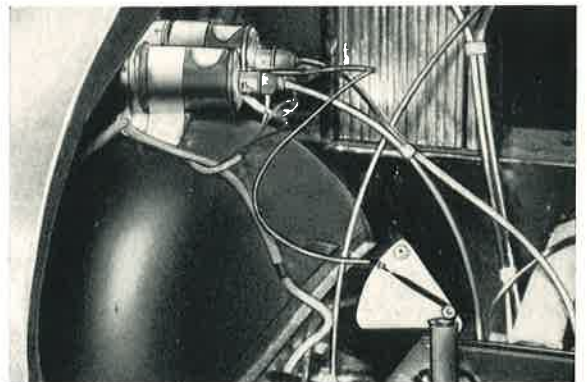

Bild 193: Das Kabel der Zündeinstellehre wird an die zum Zylinder gehörige Zündspule Anschl. 1 angeklammert.
3. Zündeinstell-Lehre WO 13 in das Zündkerzenloch des 1. Zylinders (Getriebeseite) einschrauben. Klemme des Gerätes an den Anschluß 1 der zugehörigen Zündspule anklammern, Zündung einschalten (Bild 193 zeigt Zylinder 2).
7. Zündeinsteil-Lehre WO 13 in das Zündkerzenloch des 2. Zylinders (Gebläse-seite) einschrauben, Klemme des Gerätes an Anschluß 1 der zugehörigen Zündspule anklemmen. Zündung einschalten (Bild 193).